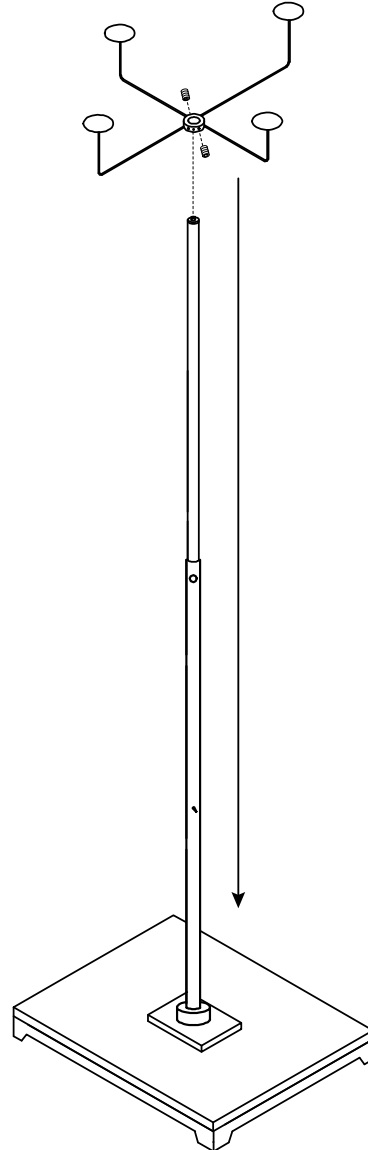

Figure 3
3. À l'aide de deux vis sans tête, ajustez le niveau inférieur à la hauteur voulue sur le montant. (Voir Figure 3)